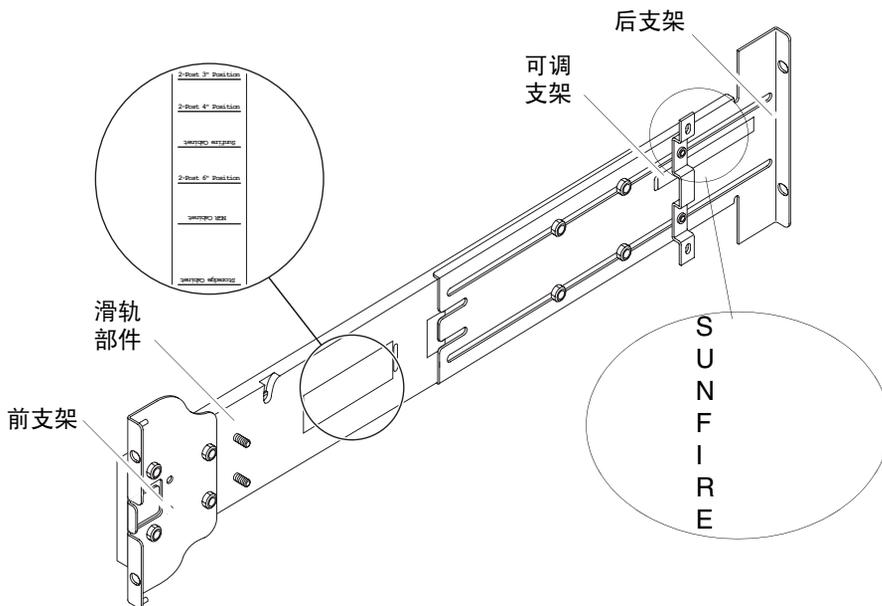

图 1-1 导轨部件（标准配置）
每个导轨部件由四个组件组成（图 1-1）：
调整后支架或可调支架的位置可以改变部件的长度。滑轨部件和后支架的金属框架上标明了适于各种特定机柜的支架位置。图 1-1 显示了这些标记的位置。
1. 拧下用于固定可调支架的螺母，然后取下可调支架（图 1-1）。